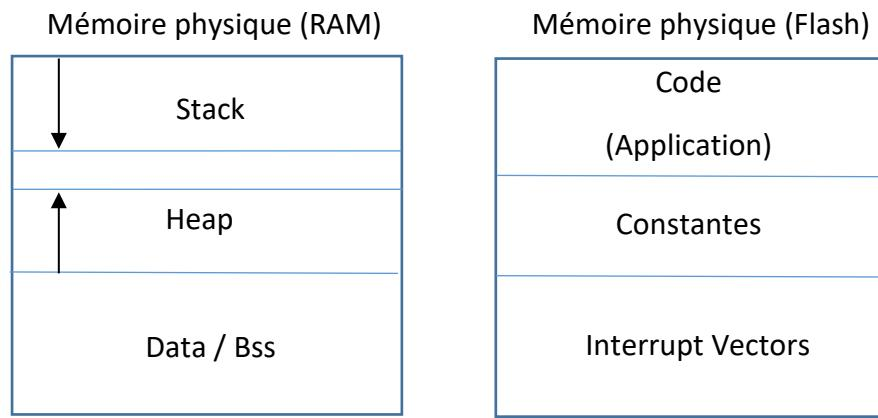

Figure 3 : Organisation des mémoires après initialisation de la RAM
- L'adresse du tas (*heap*) n'est pas explicite dans le *linker script* STM32F446RETX_FLASH.ld, mais nous pouvons la retrouver d'après le schéma de la mémoire RAM (Figure 3) et d'après les informations du linker script suivantes :
@start heap = @end RAM - stack size // d'après Figure 3